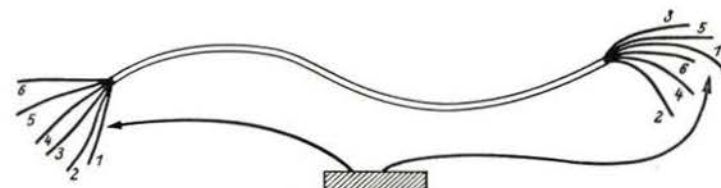

Bild 16
- Numerierung mehradriger Kabel: Oftmals müssen wir unter mehreren Kabeln die zueinanderpassenden Enden herausfinden. Beim Ausschlagen des Voltmeters sind diese sofort zu erkennen (Bild 16).